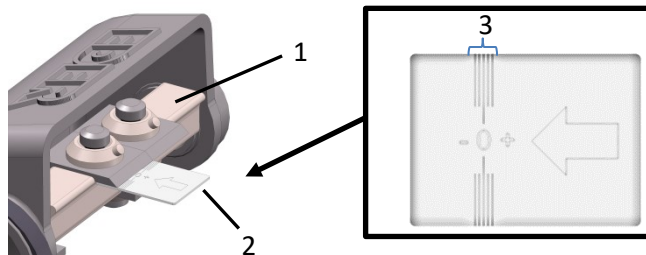

Fig. 7: Ajuste del cuchillo
- > Deslice el calibre de ajuste (**2** - Fig.7) en la dirección de la flecha bajo el cuchillo hasta el rodillo descortezador (**1** - Fig.7).
Atención: El filo del cuchillo debe estar en el área marcado (**3** - Fig.7).